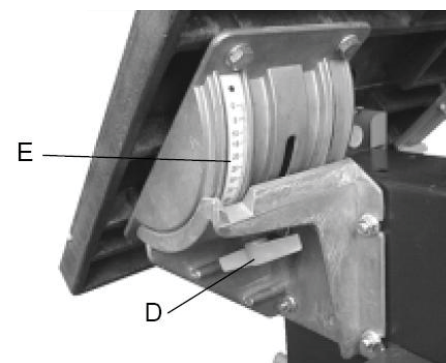

Рис. 16
- Послабте крильчасту гайку (D) (Рис. 16) на підпорі механізму нахилу столу, потім встановіть стіл під необхідним кутом у відповідності зі шкалою (E).